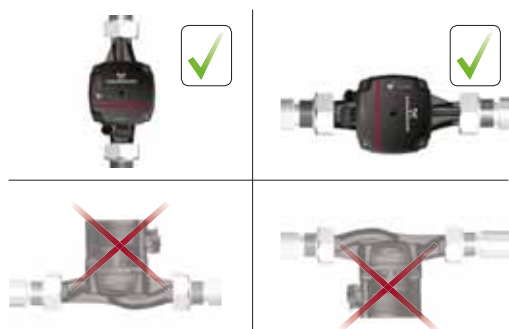

Fig. 4 Positions du circulateur
Toujours installer le circulateur avec un arbre moteur à l'horizontale à $\pm 5^\circ$. Ne pas installer le circulateur avec l'arbre moteur à la verticale. Voir fig. 4, ligne inférieure.
- Circulateur installé correctement dans une tuyauterie verticale. Voir fig. 4, ligne supérieure, à gauche.
- Circulateur installé correctement dans une tuyauterie horizontale. Voir fig. 4, ligne supérieure, à droite.